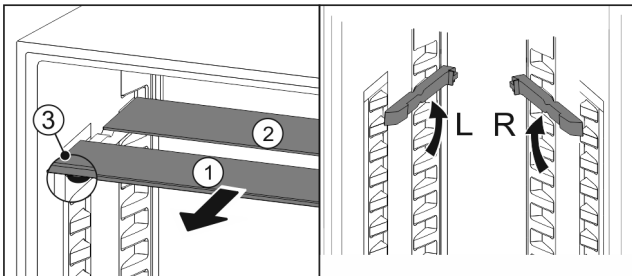

Fig. 105
- Sortir les tablettes par l'avant Fig. 105 (1).
- La tablette en verre Fig. 105 (1) avec bordure décorative est située à l'avant.
- Les butées Fig. 105 (3) sont orientées vers le bas.